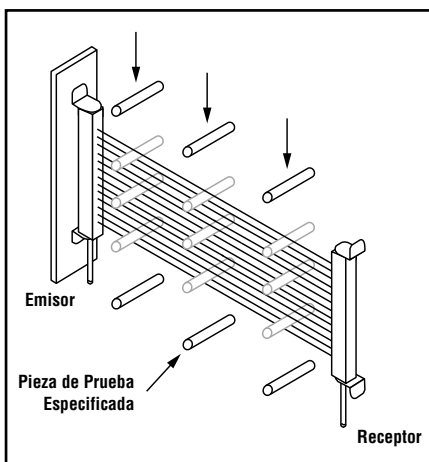

Figura 42. Prueba de activación del sistema MICRO-SCREEN
b) Con la máquina protegida en reposo, deslizar lentamente la pieza de prueba especificada de arriba a abajo a través de la zona de detección en tres puntos, prestando atención a mantener la pieza de prueba perpendicular a la zona de detección: cerca del receptor, cerca del emisor y a medio camino entre el emisor y el receptor (Figura 42 en página 51).